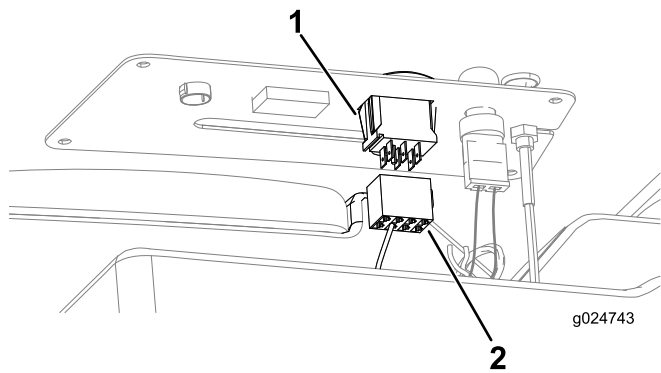

図 52
6. 3ポジションのプレーンスイッチに、マシンのハーネスにある8ソケットコネクタを接続する 図 52。